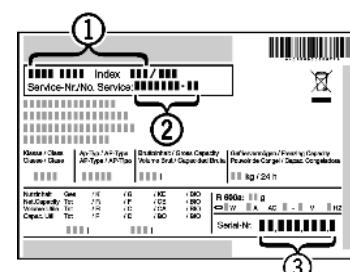

Fig. 46
- Identificați denumirea aparatului Fig. 46 (1), numărul de service Fig. 46 (2) și numărul de serie Fig. 46 (3) pe marca de fabricație. Marca de fabricație se află pe partea stângă în interiorul aparatului.